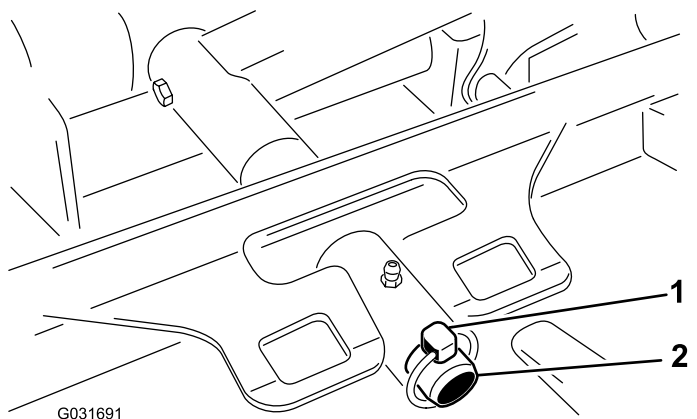

Figure 60
3. Retirez la goupille à anneau qui fixe le bâti porteur du plateau de coupe à l'axe de pivot du bras de relevage (Figure 60).
3. Poussez le bâti porteur du plateau de coupe sur la tige de pivot et fixez-le avec la goupille à anneau (Figure 60).